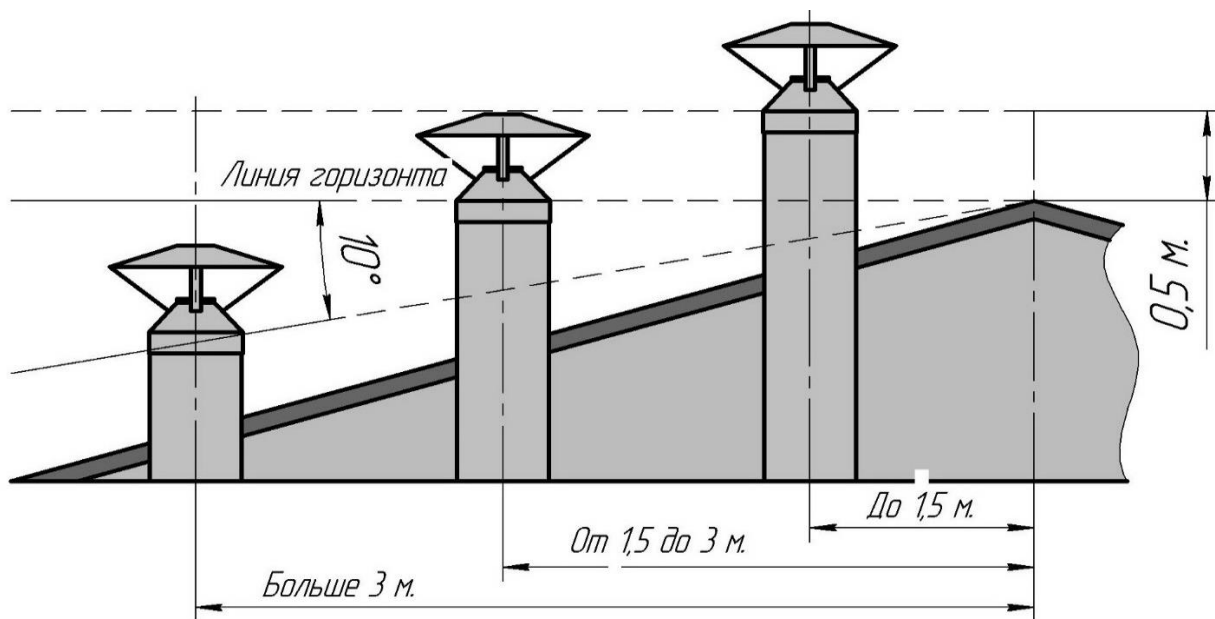

Рисунок 4: Высота дымоходной трубы
- не ниже линии, проведенной от конька под углом 10° к горизонту, при расположении дымовой трубы от конька на расстоянии более 3 м. (рисунок 4).